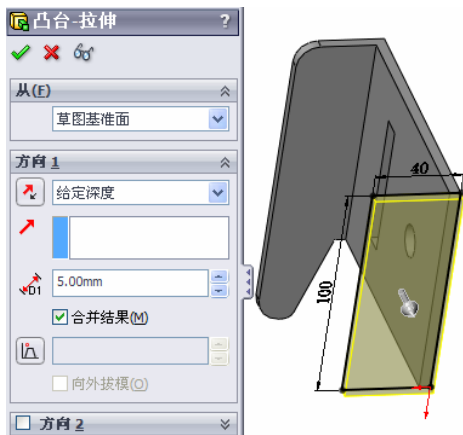

图 9-21 进行拉伸操作
⑨ 生成“拉伸”特征。选择菜单栏中的“插入”→“凸台/基体”→“拉伸”命令，或者单击“特征”工具栏中的“拉伸凸台/基体”图标，系统弹出“凸台-拉伸”特征管理器，在方向1的“终止条件”栏中选择“给定深度”，“深度”栏中键入值：5，如图 9-21 所示，然后单击“确定”图标。